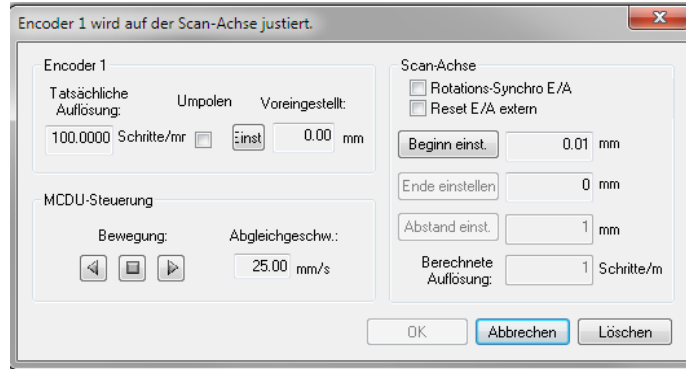

Abbildung 5-15 Dialogfeld Encoder 1 wird auf der Scan-Achse justiert
4. Im Dialogfeld **Encoder 1/ 2 wird auf der Scan-Achse justiert** (siehe das Beispiel in Abbildung 5-15 auf Seite 327):